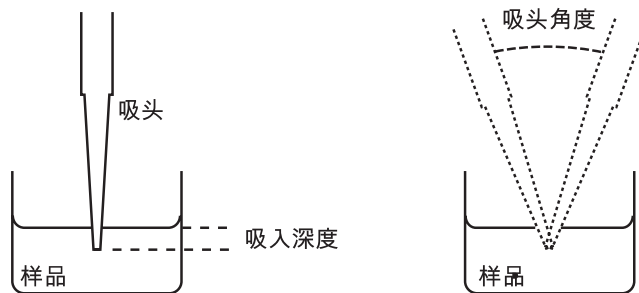

图 6: 吸头浸入深度与吸头角度
吸头浸入深度至关重要，不应超过规定范围，否则量程测量值会不准确甚至是超标。吸头角度同样重要，应始终在与垂直角度小于  $20^\circ$  的范围内使用移液器。请见下方图 6。
4. 浸入深度一致。请见图 6。